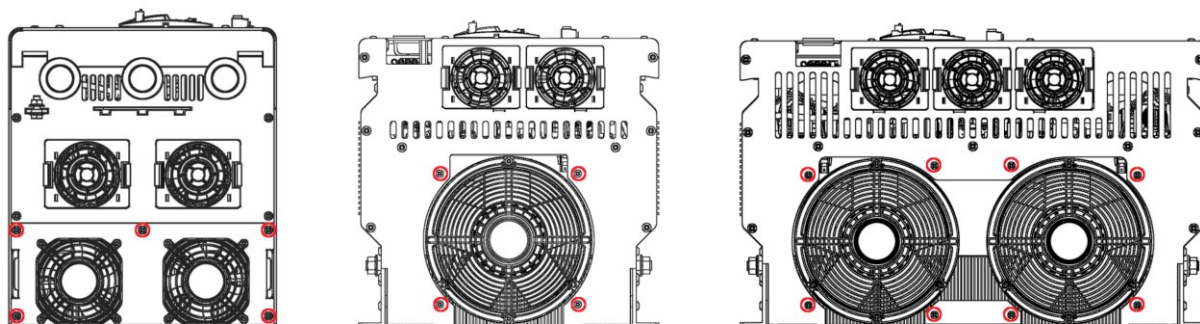

FIG. 39-Estrarre ventole radiatore / Air cooling fans extraction
- Rimuovere le ventole di raffreddamento del radiatore (non è necessario rimuovere il connettore, ma solo avere accesso al radiatore) come indicato in **FIG. 39**.
- Remove the heatsink cooling fans (it is not necessary to disconnect their cables, but is only important to have free access to heatsink) as indicated on **FIG. 39**.